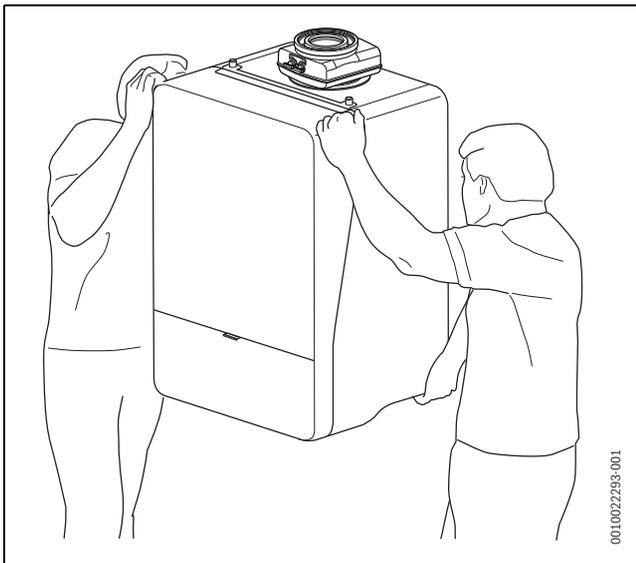

Bild 11 Ordnungsgemäßes Heben und Tragen des Geräts
- ▶ Gerät nur an den Seiten anfassen und nicht am Bedienfeld oder am Abgasrohranschluss ( $\rightarrow$  afb. 11).